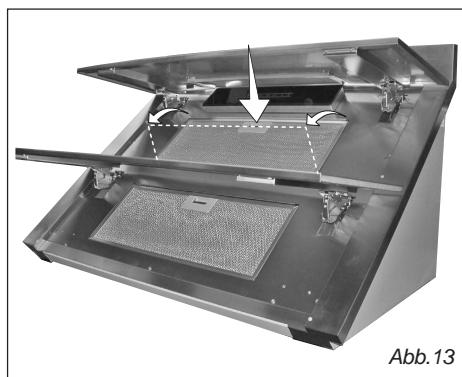

Abb. 13
• Demontage des Fettfilters (Abb.13)
Fettfilter entfernen; drücken Sie hierzu auf die Klammer und drehen Sie den Filter nach außen (Abb.13).